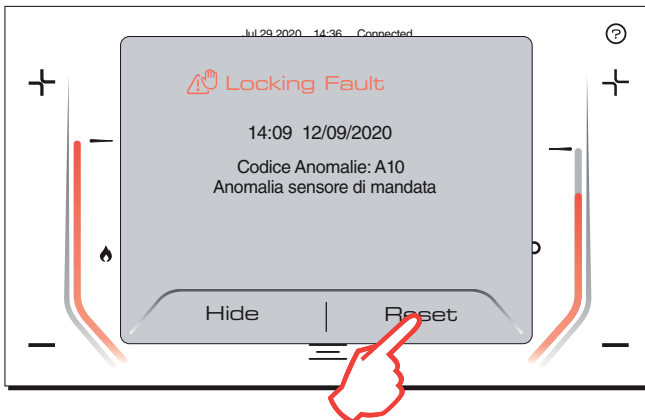

fig. 34
- 1 - Toccando [RESET] quando appare una schermata simile a quella illustrata in fig. 34.